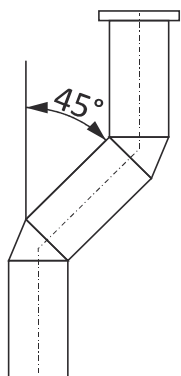

Figura 3
- A saída de fumos ideal deve ser realizada na vertical e não mudar de direcção num ângulo superior a 45°, preferencialmente 30°, relativamente à sua posição vertical, ver *figura 3*.